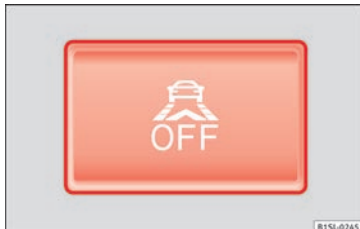

Abb. 155 Im unteren Teil der Mittelkonsole: Taste für den City-Safety-Assistent.
Der City-Safety-Assistent wurde über die Taste  OFF » Abb. 155 eingeschaltet.	Kontrollleuchte verlöscht nach 5 Sekunden automatisch.
Innerhalb des Funktionsbereichs von 5-30 km/h (3-19 mph): Der City-Safety-Assistent wurde über die Taste  OFF » Abb. 155 ausgeschaltet.	Den City-Safety-Assistent über die Taste  OFF » Abb. 155 einschalten.
- Taste »» **Abb. 155** in der Mittelkonsole drücken.